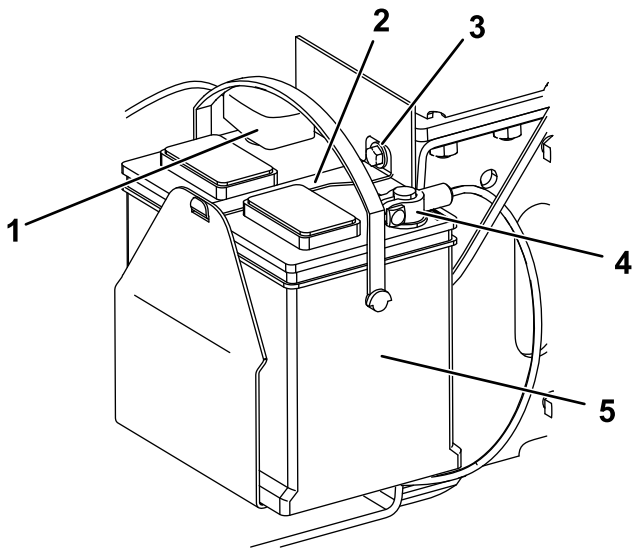

Bild 38
1. Schraube (3)
5. Entfernen Sie die Schraube, Scheibe und Stange, mit denen die Batterie befestigt ist (Bild 38).
6. Klemmen Sie das (schwarze) Minuskabel vom Batteriepol ab (Bild 38). Bewahren Sie die Befestigungen auf.
8. Klemmen Sie das Pluskabel (Rot) vom Batteriepol ab (Bild 38). Bewahren Sie die Befestigungen auf.
1. Schließen Sie das Pluskabel (Rot) der Batterie mit den vorher entfernten Befestigungen am Pluspol (+) der Batterie an (Bild 38).
- Schließen Sie das Minuskabel (Schwarz) der Batterie mit den vorher entfernten Befestigungen am Minuspol (-) der Batterie an (Bild 38).
- Befestigen Sie die Batterie mit der Stange, Schraube und der Scheibe (Bild 38).